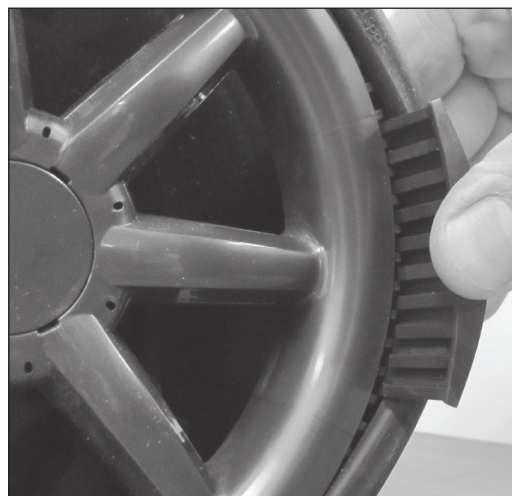

Figure 22.
1. Installer une cale dans chaque roue : Pour installer la cale, tirer le pneu en caoutchouc de la roue en plastique et insérer fermement la cale entre la roue et le pneu. La face lisse de la partie inférieure de la cale devrait être insérée en premier, de l'extérieur vers l'intérieur des roues du nettoyeur. **Voir la figure 22.** Vérifier que les rainures des roues en plastique et celles du dessous de la cale se glissent les unes dans les autres.